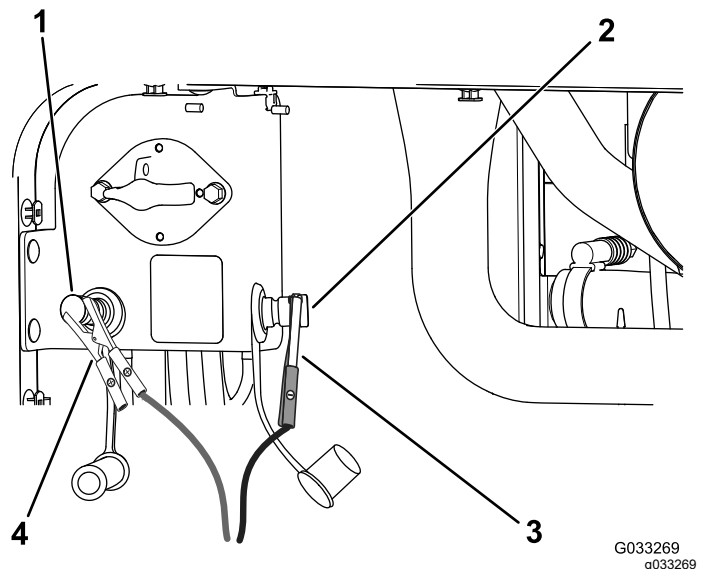

Bild 111
- Schließen Sie das Plus-Starthilfekabel (+) am positiven Starthilfepol an (Bild 111).
- Schließen Sie das Minus-Starthilfekabel (-) am negativen Starthilfepol an (Bild 111).
Rahmen und dann das Plus-Starthilfekabel (+) abklemmen (Bild 111).